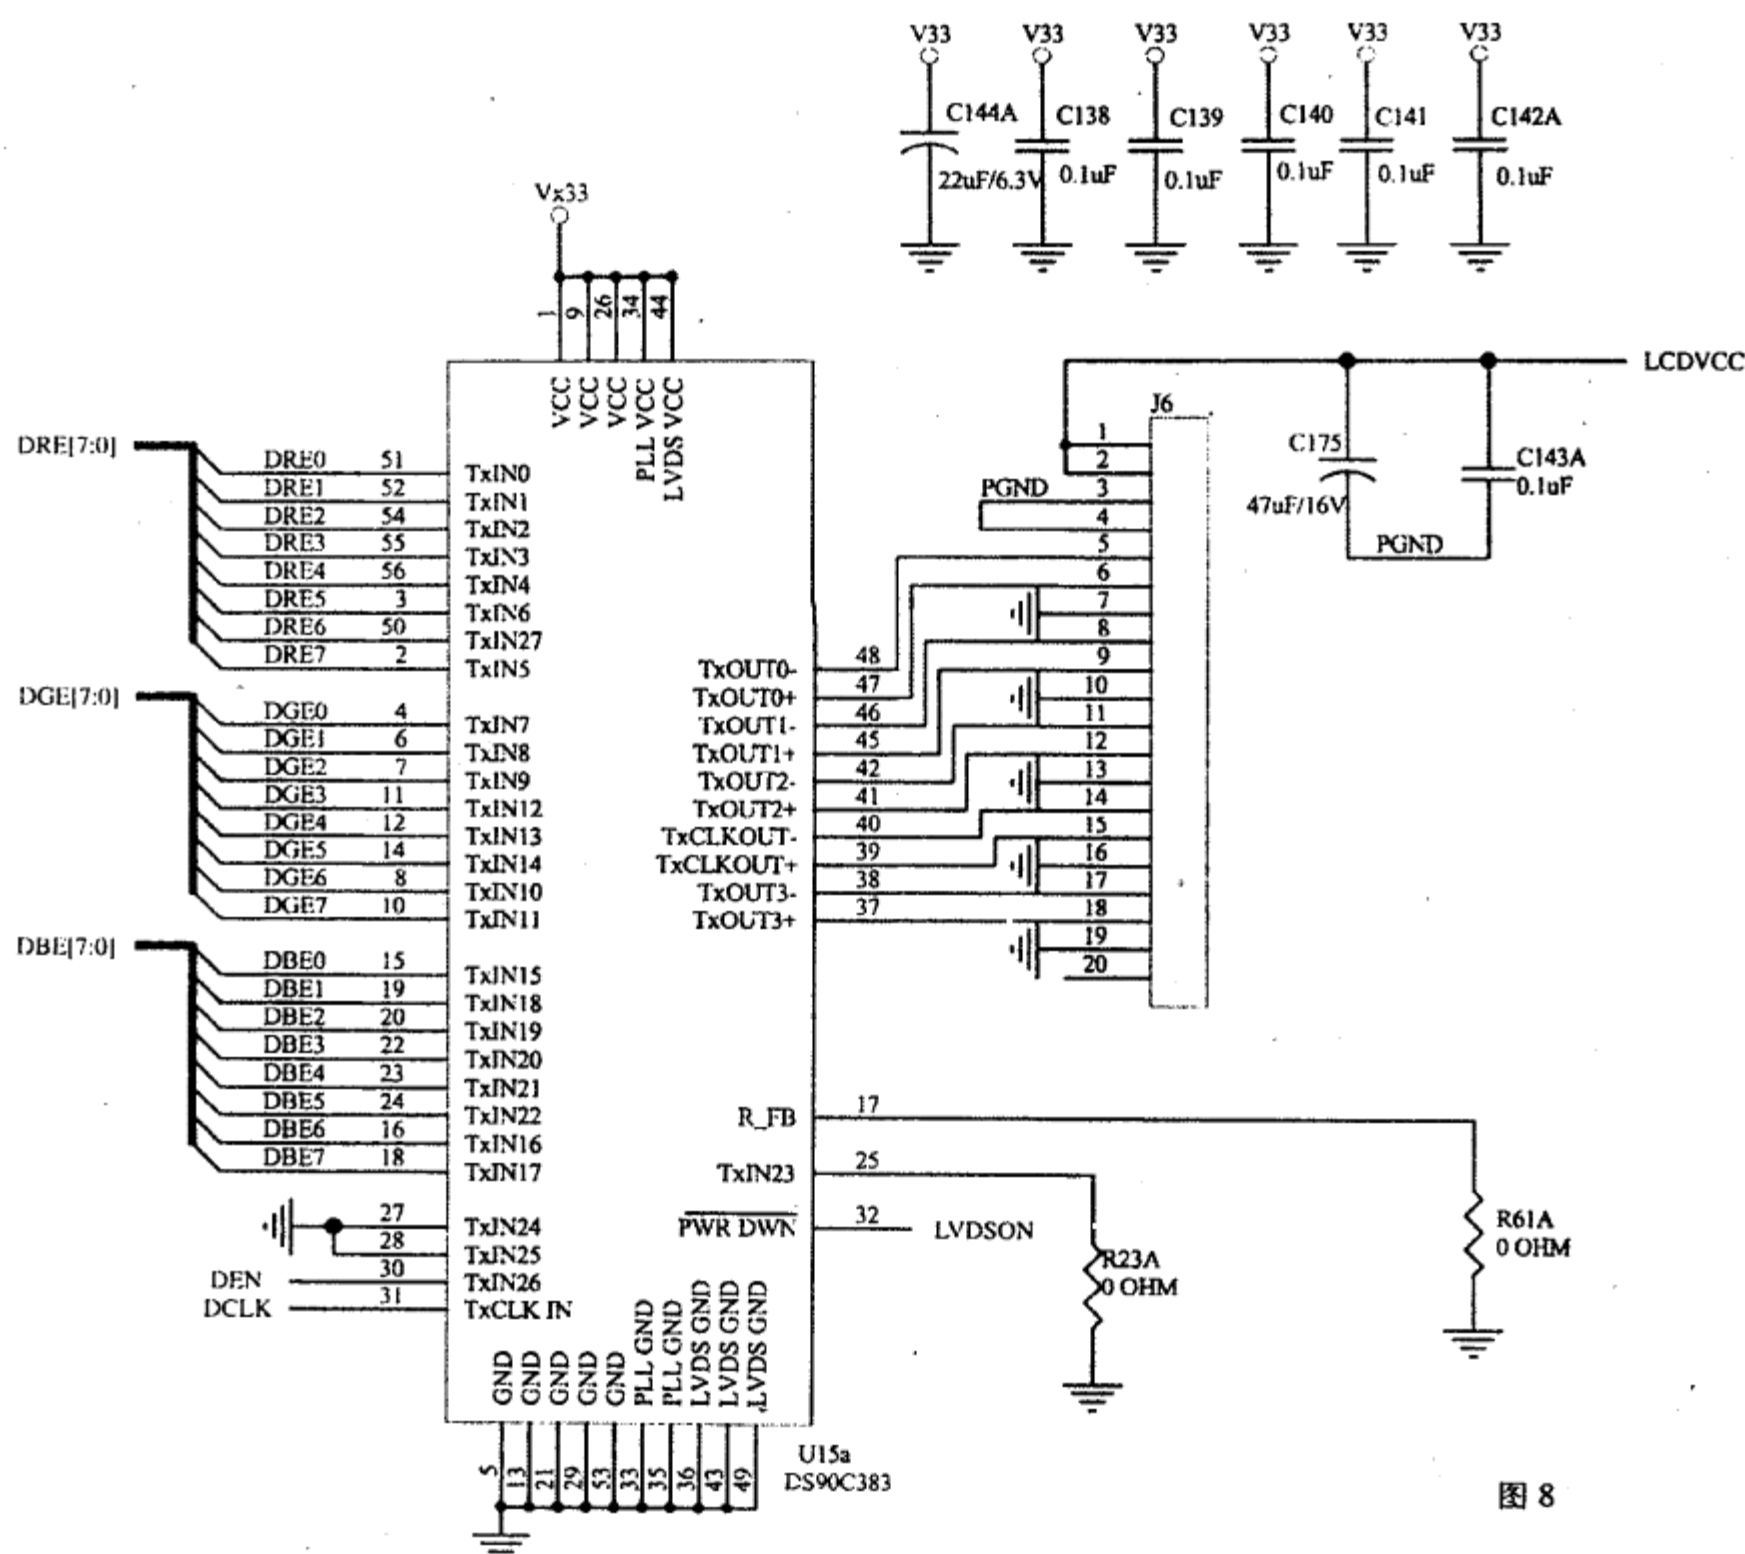

图 8
①差分信号输入可大大降低电磁干扰,高档液晶电视必须限制噪声信号的幅度,以免干扰正常的图像显示;
②由于在设计上屏线时差分信号对互相靠的非常近,差分信号对的两个信号是反极性的,因此它对其它电路形成的干扰互相抵消,从而有利于整机电路的工作稳定。
③适应液晶屏驱动电路的需要,低分辨率液晶屏才采用TTL的数字基色信号输入,而XGA分辨率以上的液晶屏均采用差分信号输入,故必须将数字基色信号转换成差分信号对输入:
④大大减少上屏的数据线缆的数量,线缆数量多容易出现接触不良等故障,通过DS90C383发送器,LVDS:芯片组将24位RGB信号和4位控制信号及时钟转换为5对LVDS数据和时钟,大大减少了数据线缆的根数,线缆数由原来的28根变到现在的10根线,使电路工作可靠稳定。
PW112输出24bit的基色像素数据从DS90C383A的DRE0~DRE7(即第②、③、⑤⑩、⑤⑪、⑤⑫、⑤⑬、⑤⑭、⑤⑮脚)、DGE0~DGE7(即第④、⑥、⑦、⑪、⑫、⑬、⑭、⑮脚)、DBE0~DBE7(即第⑮、⑰、⑲、⑳、㉑、㉒、㉓、㉔脚)输入,输出信号为4路差分信号数据流和一路差分时钟信号,从第③⑦~④⑧脚输出加至插排J6,送至液晶屏控制图像正常显示,如图8所示。